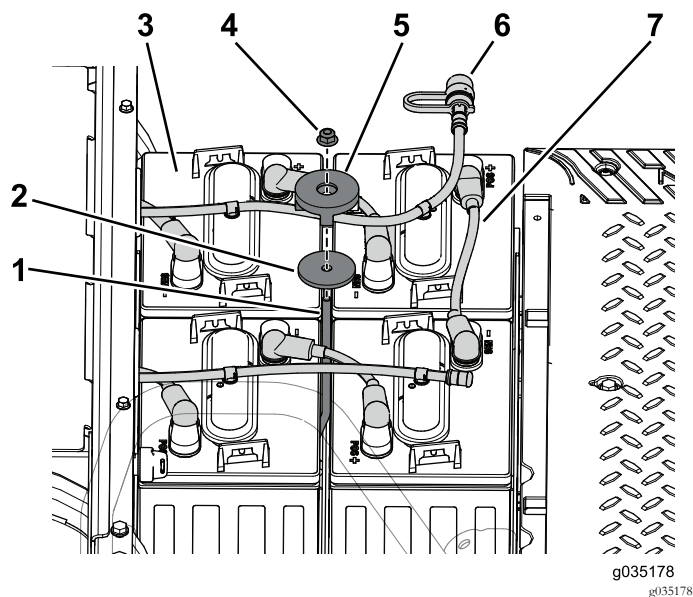

Figure 57
- Retirez l'écrou à embase, le dispositif de maintien de la batterie et la rondelle qui fixent les batteries au support avant (Figure 57).
- Débranchez le flexible de remplissage des batteries dans le support de batterie avant (Figure 57).